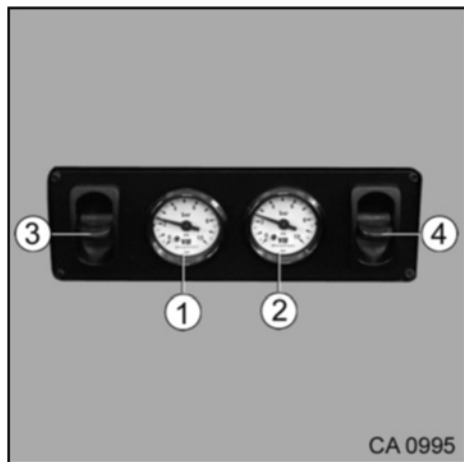

Fig. 56 Manomètre pour mesurer la pression de l'air comprimé de la suspension pneumatique supplémentaire
1. Pousser le levier (Fig. 56/3) vers le haut ou vers le bas. La pression réglée peut être consultée sur le manomètre (Fig. 56/1).
1. Pousser le levier (Fig. 56/4) vers le haut ou vers le bas. La pression réglée peut être consultée sur le manomètre (Fig. 56/2).